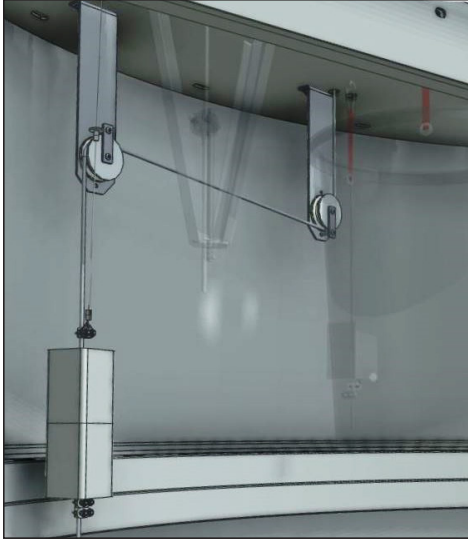

Figura 13d
b) Si la sirga de seguridad está instalada con contrapesos y ruedas deflectoras debajo de la plataforma a nivel del suelo, como se observa en la figura 13d, la comprobación de exceso de velocidad se ejecuta según se describe en la sección 5.5.2.
5.5.2 Instalaciones con contrapesos y ruedas deflectoras debajo de la plataforma a nivel del suelo (ver la figura 13d):